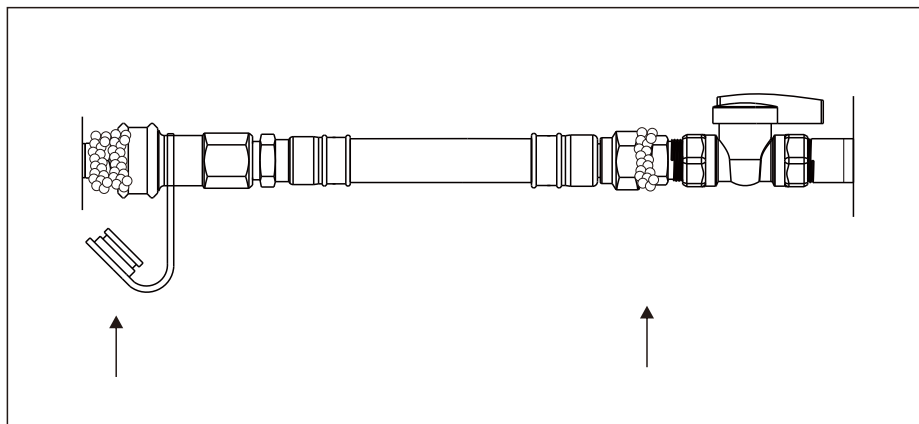

Figure 10
7. Vérifiez toutes les connexions et joints avec une solution d'eau savonneuse sans ammoniac ou une solution de détection de fuite. Les bulles qui grossissent sont le signe d'une fuite (Figure 10).